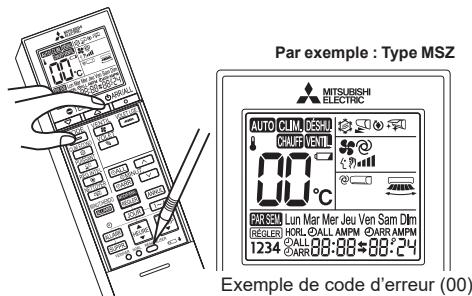

Figure 1
- ① Tout en appuyant simultanément sur la touche de sélection du mode de fonctionnement et sur la touche [TEMP] + de la télécommande, appuyez sur la touche RÉINITIALISER.
- ② Tout d'abord, relâchez la touche RÉINITIALISER. Maintenez les deux autres touches enfoncées pendant 3 secondes supplémentaires. Assurez-vous que les indicateurs de l'écran LCD illustré dans la figure de droite sont tous apparus. (Figure 1) Relâchez ensuite les touches.